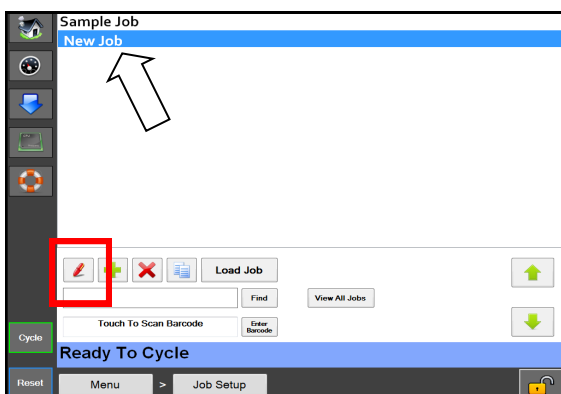

Figure 5-2B. Nouvelle tâche répertoriée.
3. Mettez en surbrillance la **Nouvelle tâche** sur l'écran Détails de la tâche. **Figure 5-2B.**
4. Appuyez sur le bouton stylo rouge. **Figure 5-2B.**
5. Renommez la tâche sur l'écran Détails de la tâche, puis entrez les informations appropriées dans chaque zone. **Figure 5-2B.**